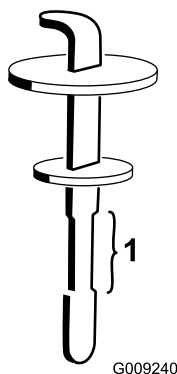

図 87
4. 補給口の首からディップスティックを抜き、ウェスできれいに拭く。もう一度首に差し込んで引き抜き、オイルの量を点検する。オイルの量が安全範囲にあれば適正である（図 87）。